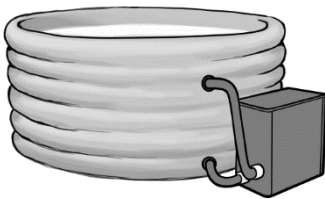
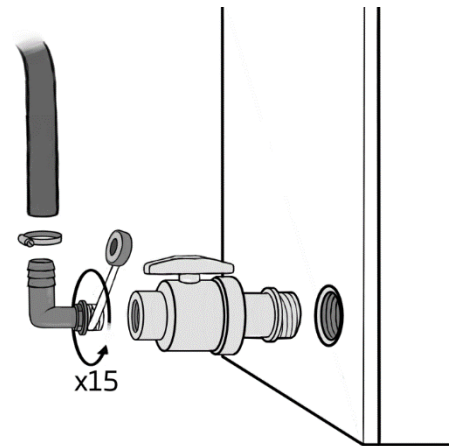

Bild 2 - Exempelkoppling till simbassäng
Bild 1 - Installation av ventiler
3. Installera avstängningsventilerna vid inkommande och utgående vatten, så att det är enkelt att stänga av vattenflödet vid underhåll (Bild 1).
4. Vattnets in- och utgång ansluts enligt anslutningsanvisningarna för karet. (Bild 1& Bild 2) OBS! Av säkerhetsskäl ska det finnas minst två ingångshål i karet där vattnet kan rinna till pumpen.